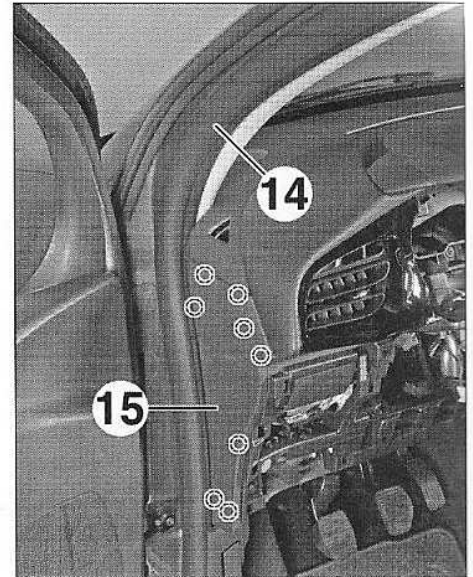

FIG.14
- Dégrafer le joint d'entourage de porte (14) du montant de pare-brise et de la planche de bord (Fig.14).
- la garniture latérale de planche de bord (15),